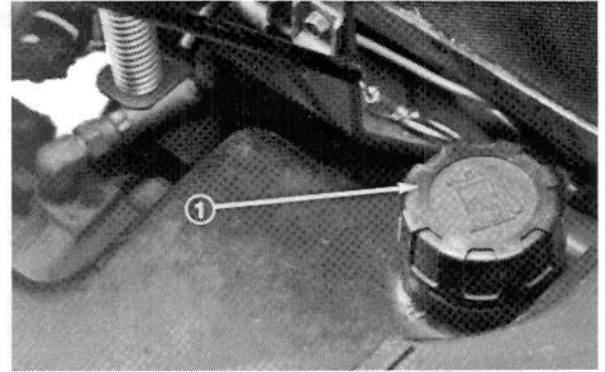

Figure 3
2. Déposer le bouchon du réservoir (Fig. 3) et remplir le réservoir (30 l) de diesel jusqu'à 25 mm du haut. Reposer le bouchon et bien le serrer après avoir fait le plein.